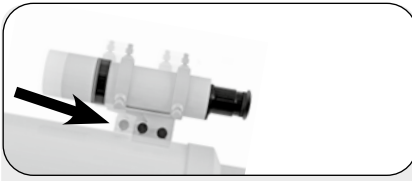

Fig. 9b: Il gruppo del cercatore è dotato di una staffa a coda di rondine che si adatta al supporto montato sul tubo ottico.
9. Allacciare la staffa del cercatore (fig. 9b). Individuare le viti della staffa del cercatore (15, Fig. 1b e Fig. 9a) e rimuovere i dadi dalle viti. Far scorrere i fori della staffa del cercatore sulle viti della staffa del cercatore. Riposizionare i dadi e serrarli solo finché non si incontra resistenza.